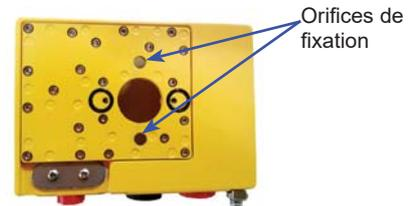

fig I-3
- Placer les 2 joints toriques dans leur logement avec un peu de graisse (*cf fig I-3*)